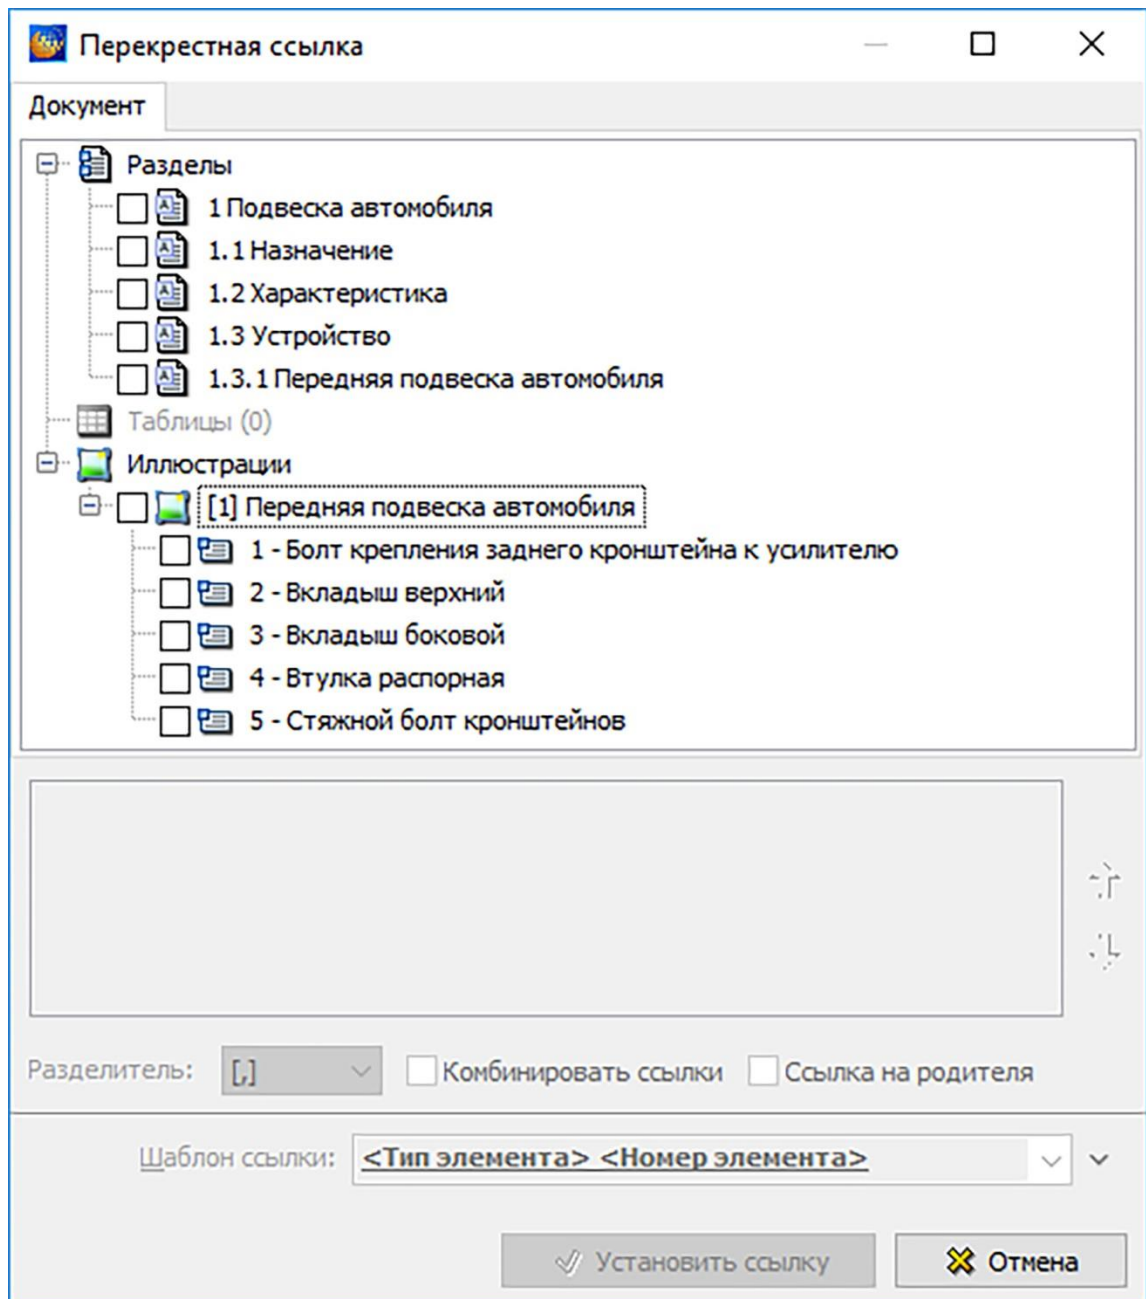

Рисунок 247
- 3) После этого появится диалоговое окно **Перекрёстная ссылка**, в котором отображена структура документа (рисунок 247).